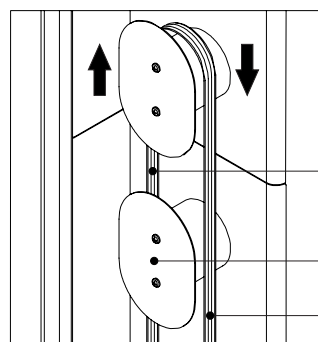

Figura 12D
7. Pase los cordones por la parte posterior del tubo guía y retorne los cordones por la parte delantera del tubo guía. Utilice la tabla 3 (página 32) para la definición del tubo guía a utilizarse según la posición del Sub-Rack (ver la figura 12D).
7. Pase los cordones por la parte posterior del tubo guía y retorne los cordones por la parte delantera del tubo guía (ver figura 12D, página 30).